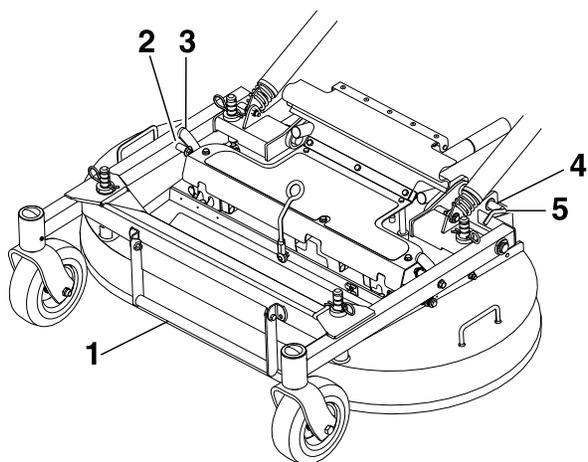

Figura 8
3. Rilasciate i perni di bloccaggio del piatto di taglio su ciascun lato (Figura 8).
2. Spingete i perni di bloccaggio del piatto all'interno e ruotateli in avanti per bloccare saldamente il piatto di taglio in posizione abbassata (Figura 8).